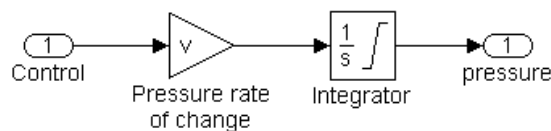

Рисунок 14 — Подсистема «Pneumatic cylinder» расчета давления в тормозном цилиндре колеса
На основании формул (30) и (31) создадим подсистему «Pneumatic cylinder» расчета давления в тормозном цилиндре колеса (рисунок 14). Значение на управляющем входе «Control» равное «1» означает переключение клапана в режим заполнения, а «-1» в режим выпуска. Интегратор («Integrator») имеет начальное значение равное «p\_atm» (атмосферное давление и ограничен сверху давлением в ресивере, а снизу атмосферным давлением).